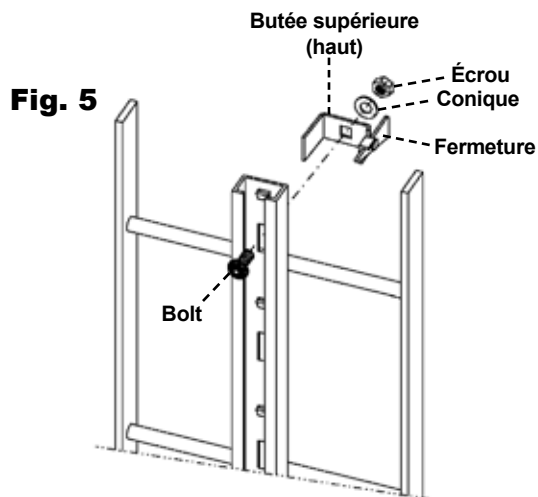

Fig. 5
1. Placez la butée supérieure à l'arrière de la section de rail de guidage du haut, en alignant le trou de la butée avec le trou rectangulaire refermé le plus en haut du rail de guidage (fig. 5). **REMARQUE :** la fermeture de la butée doit se trouver sur le côté droit du rail de guidage, lorsque vous faites face à l'avant du système.